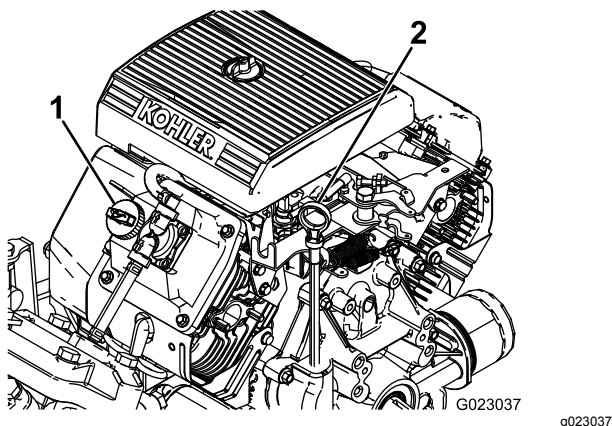

Bild 11
2. Nehmen Sie den Peilstab heraus und wischen Sie ihn mit einem sauberen Lappen ab (**Bild 11**).
4. Wenn der Ölstand niedrig ist, nehmen Sie den Deckel des Einfüllstutzens von der Ventilabdeckung ab (**Bild 11**) und füllen Öl auf, bis der Ölstand die VOLL-Markierung am